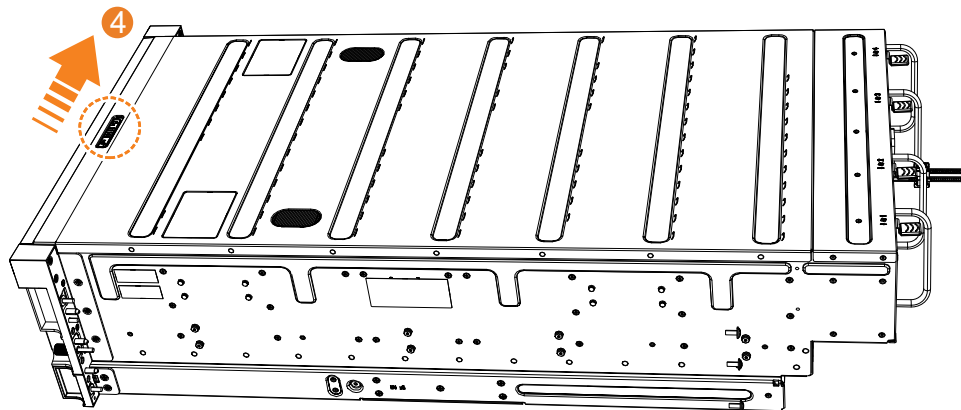

Abbildung 70. Obere Abdeckung verriegeln
5. Verriegeln Sie die Abdeckung, indem Sie den Lösehebel ( **4** ) wie in Abb. 70 gezeigt schließen.